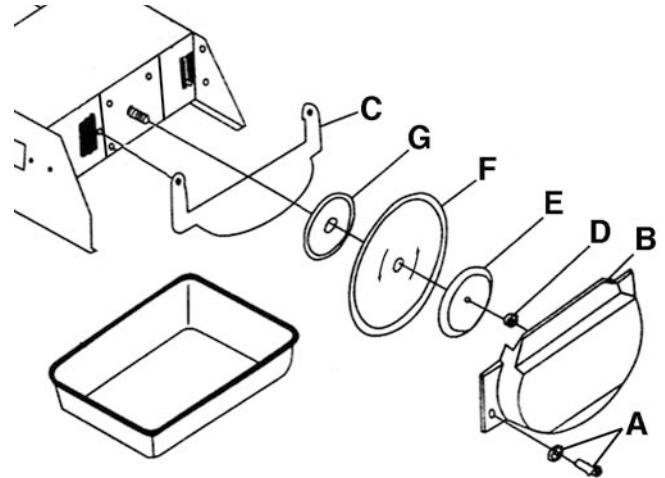

FIGURE 3
- 2) Dévissez les vis à tête bombée (A) Fig.3 et retirez le protège-lame inférieur (B) et la plaque du protège-lame inférieur (C).
- 3) Dévissez l'écrou de fixation (D) et retirez-le de l'arbre du moteur. Utilisez les clés d'ajustement fournies, une clé sur la partie à plât de l'arbre du moteur pour l'empêcher de tourner et l'autre pour déverrouiller l'écrou de fixation.
- 4) Placez la lame au diamant (F) sur l'arbre du moteur, contre la rondelle intérieur (G), prenez note de la direction de rotation, les flèches doivent pointer vers l'avant de la scie.
- 5) Placez la rondelle extérieur (E) sur l'arbre du moteur, contre la lame et fixez-la avec l'écrou de fixation (D) en utilisant les clés d'ajustement.